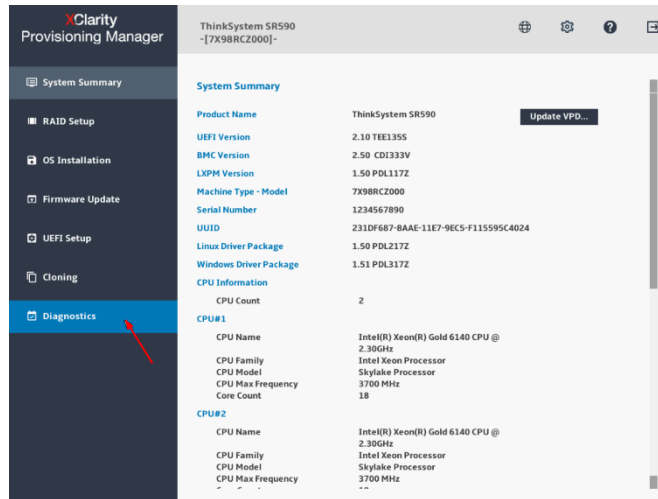

图 4: XClarity Provisioning Manager 系统摘要页面
4. 启动 XClarity Provisioning Manager (LXPM) 后，请单击 Diagnostics 如图 4 所示；